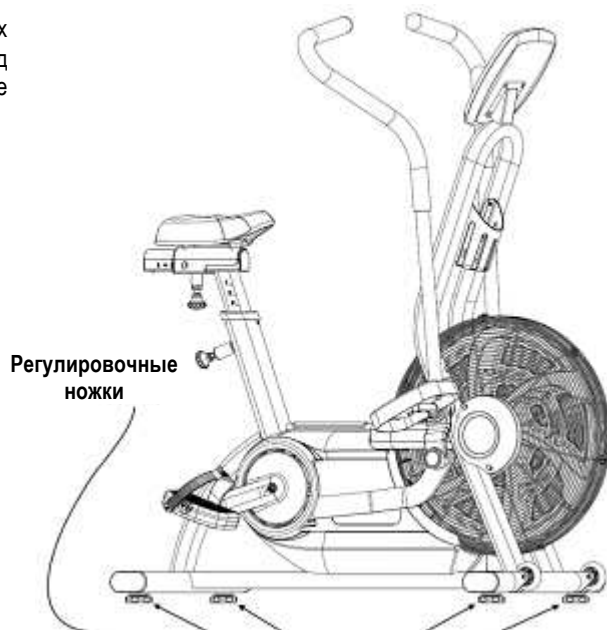

Рис. 21
21. Осмотрите тренажер со всех сторон, поверьте еще раз затяжку всех крепежных деталей и отрегулируйте высоту регулировочных ножек под каждой из опор рамы (Рис. 21), чтобы компенсировать возможные неровности пола под тренажером.